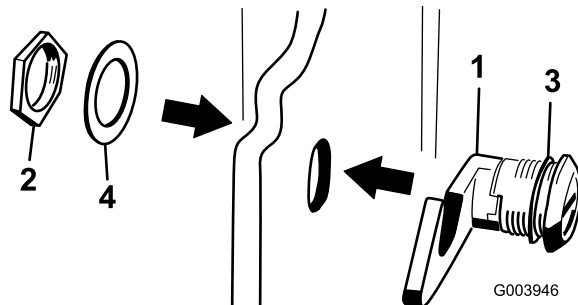

Figura 18
3. Retire la tuerca del conjunto de cierre del capó (Figura 18).